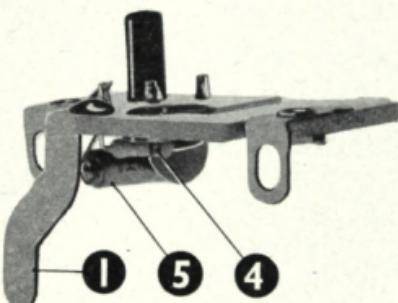

Fig. 43
Cette nouvelle plaquette, dite à auto démarrage, diffère de la plaquette normale de type AN par l'adjonction de deux éléments : une résistance R1 de 220.000 ohms et un condensateur électro-chimique C de 25 microfarads. De même que pour le calibre BN, le fil de liaison est supprimé et remplacé par une patte de connexion (1). On trouve, sur la figure 43 les 2 éléments supplémentaires : résistance (4) et condensateur électro-chimique (5).